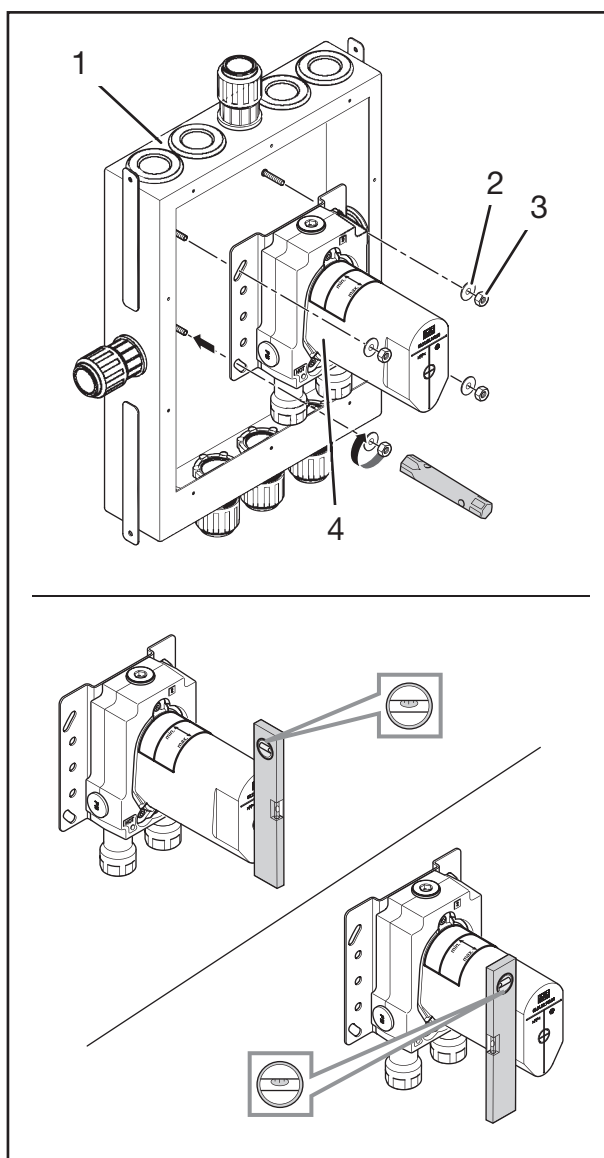

Fig. 6: Förmontering
1. Positionera produkten (fig. 6/4) i inbyggnadslådan (fig. 6/1).
2. Skruva fast produkten (fig. 6/4) i inbyggnadslådan (fig. 6/1) med de fyra brickorna (fig. 6/2) och de fyra muttrarna (fig. 6/3).
3. Dra åt de fyra muttrarna (fig. 6/3) med en 8 mm hylsnyckel.
4. Rikta in produkten (fig. 6/4) horisontellt och vertikalt.